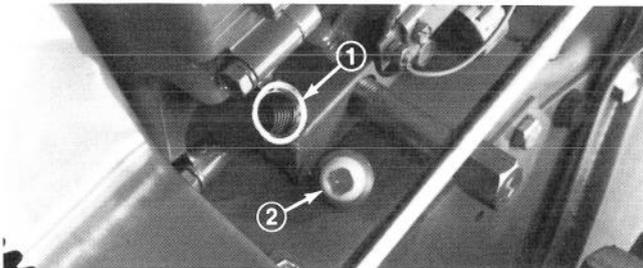
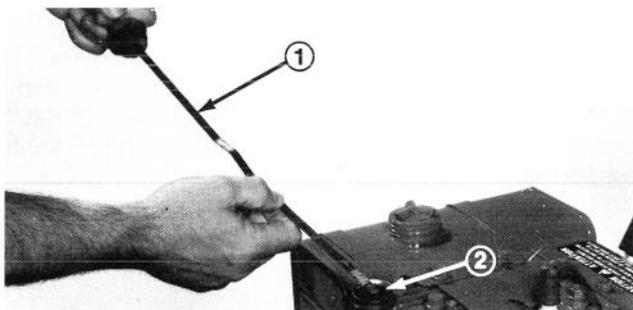

Abb. 22
Abb. 23
3. Die Einfüllschraube (beim Modell 826, Abb. 22) bzw. den Messstab (beim Modell 1132, Abb. 23) aus dem Stutzen herausdrehen.
4. Beim Modell 826 ca. 1,3 Ltr. und beim Modell 1132 ca. 1,4 Ltr. Motoröl langsam in die Einfüllöffnung giessen (Abb. 22 und 23). Es ist hochwertiges Markenöl SAE 5W30, 5W20 bzw. SAE 10 der Klasse MS, SC, SD oder SE zu verwenden.